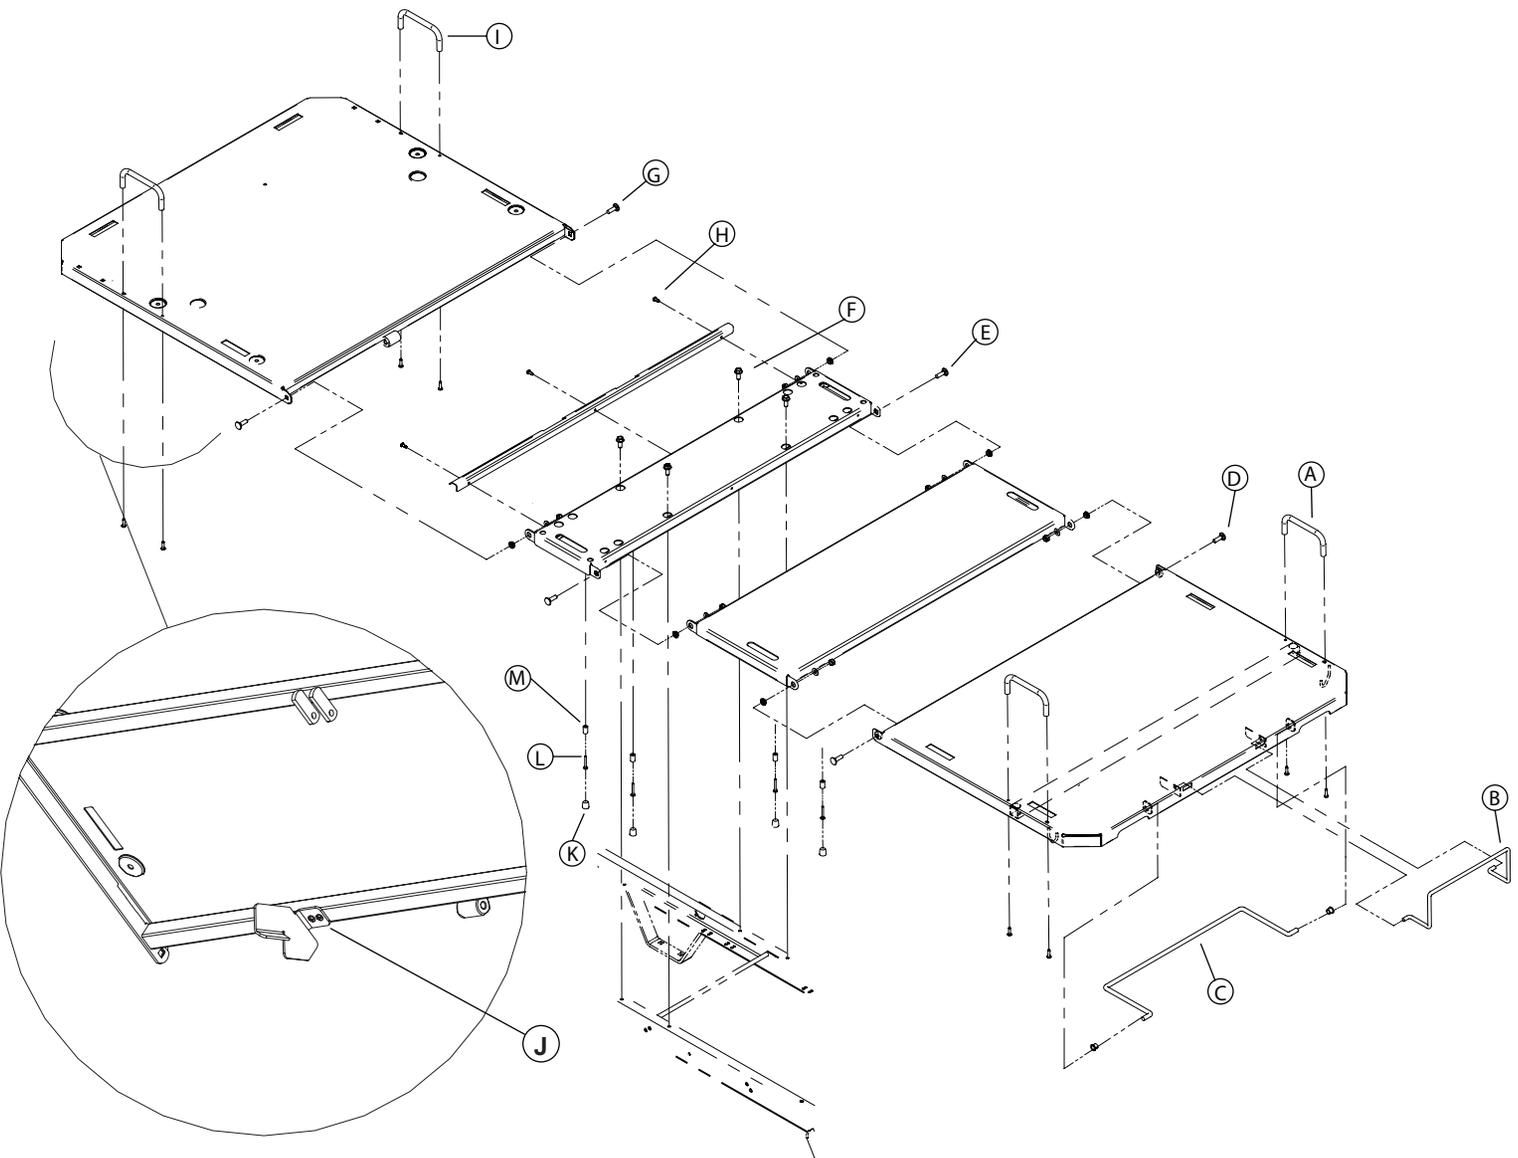

Figure 3.2A
À moins d'indications contraires, référez-vous à la figure 3.2A, page 18 pour l'illustration des références contenues dans la procédure de remplacement qui suit.
À moins d'indications contraires, référez-vous à la Figure 3.2A, page 18 pour l'illustration des références contenues dans la procédure de remplacement qui suit.
10. À l'aide d'une clé mixte 1/2", retirez les deux écrous, rondelles plates, entretoises à épaulement et boulons (G, Figure 3.2A, page 18) reliant la section de tête à la section de siège. Retirez la section de tête défectueuse.